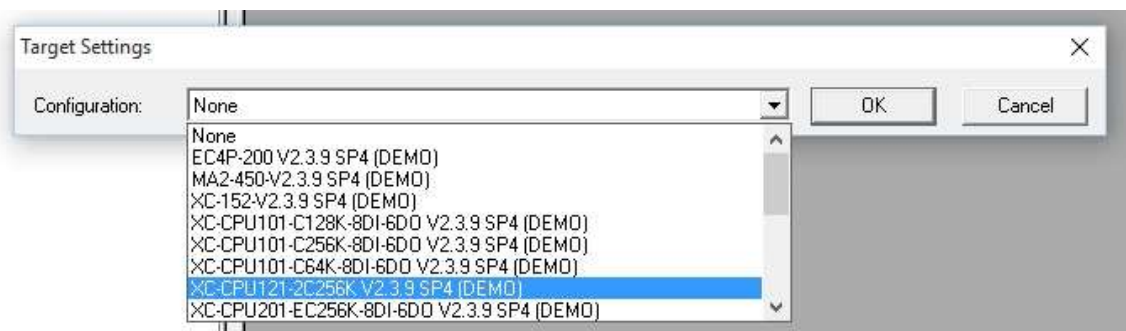

Figura 4 – Seleção da CPU do CLP
1. No software CodeSys selecione *New*, surgirá a tela *Target Settings* (Figura 4). Selecione o modelo da CPU utilizada em seu rack, depois pressione a tecla Ok.
Com os dados da Tabela 2 complete as informações correspondente ao CLP e o microcomputador da sua bancada, no esquema da rede da sala 643, na Figura 4.
Consulte os membros das demais bancadas e complete as informações correspondentes aos demais CLPs e microcomputadores da rede da sala 643, na Figura 4.